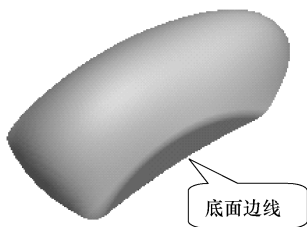

图 6-134 倒圆角
(12) 选择菜单栏中的【插入】|【倒圆角】选项, 在图形区双击圆角尺寸数字, 在出现的组合框中输入“6”, 单击控制区的【应用】按钮, 完成第1次倒圆角, 如图6-134所示。